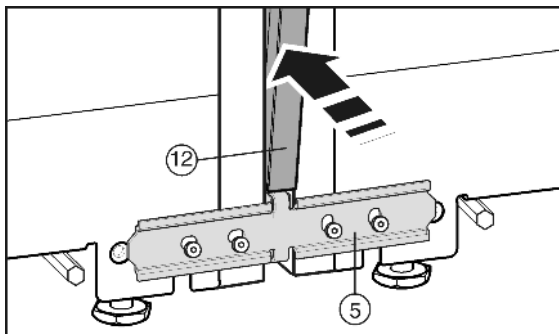

Fig. 9
Tryck ihop de båda kanterna till samma längd innan täcklisten *Fig. 9 (12)* monteras. Det går då lättare att föra in listen i spalten. Använd en mjuk duk när du trycker in listen, för att inte orsaka märken på listens yta. Tryck in listen noggrant och rakt i spalten för att få en optimal sammanfogning.
- ▶ Tryck in den långa täcklisten *Fig. 9 (12)* i den vertikala spalten på framsidan. Kontrollera då att listen går upp till förbindelseplåten *Fig. 9 (5)*.